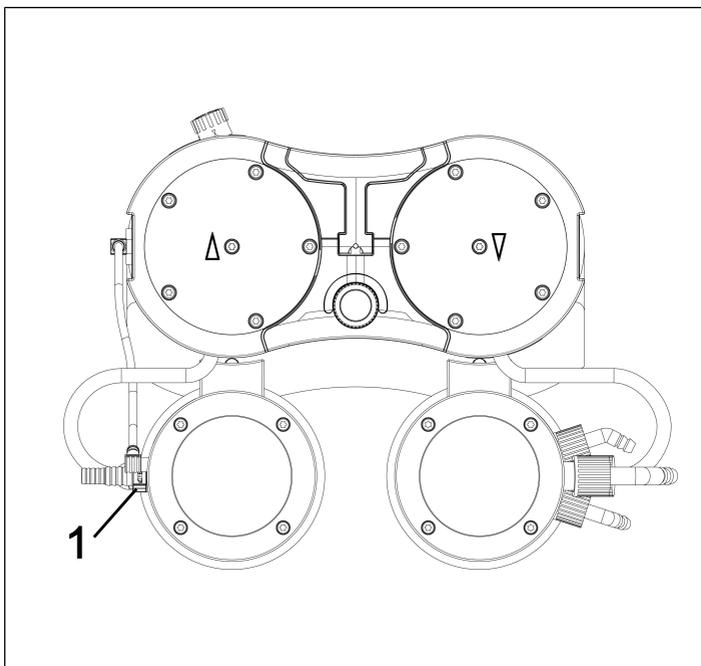

Abb.24: Schlauchverbindung lösen
1. Lösen Sie die Überwurfschraube der Schlauchverbindung (1/Abb. 24) von der Vakuumsystemkomponente.
**i** Benutzen Sie zum Lösen der Überwurfschraube der Schlauchverbindung Abscheider (1/Abb. 24) ggf. einen Gabelschlüssel SW14.
10. Schrauben Sie die Überwurfschraube der Schlauchverbindung Abscheider (1/Abb. 24) am Abscheideradapter bis zum Anschlag ein.
**i** Benutzen Sie zum Anziehen der Überwurfschraube der Schlauchverbindung Abscheider (1/Abb. 24) ggf. einen Gabelschlüssel SW 14